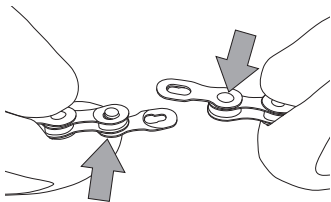

Fig.7
- Introduzca cada pasador del C-Link™ en los dos orificios libres de los eslabones internos de la cadena (Fig. 7).